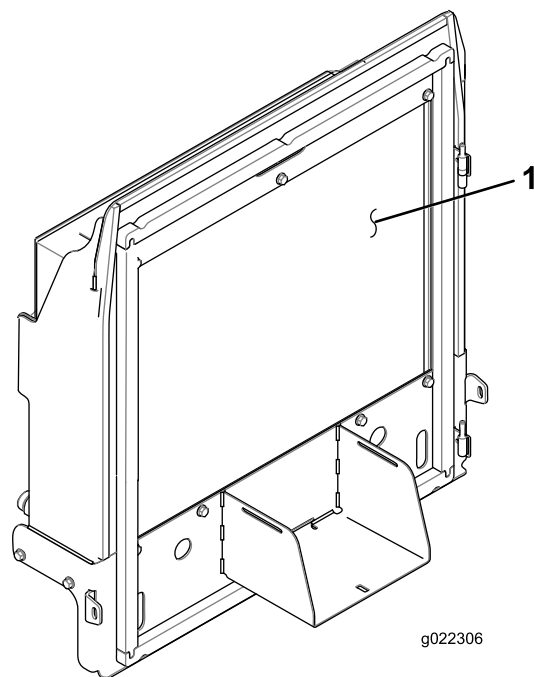

Figura 83
4. Limpe bem ambos os lados do radiador e do dispositivo de arrefecimento de óleo (Figura 83) com ar comprimido.